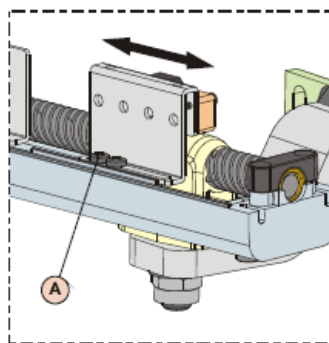

Рис. 24
3. Ослабить крепежные винты для регулировки концевого выключателя закрывания FCC, рис. 24, поз. А.